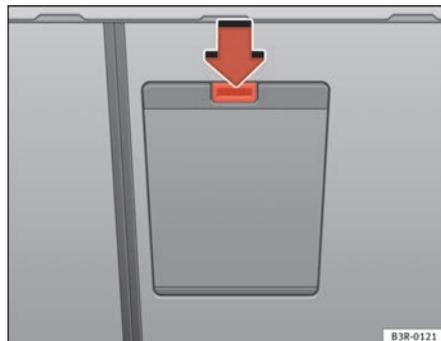

Fig. 120 Vue partielle de l'arrière des places arrière : cache du fourreau
- Appuyez sur la touche de déverrouillage du cache du fourreau ⇒ fig. 120 -flèche- et basculez le cache vers le bas.